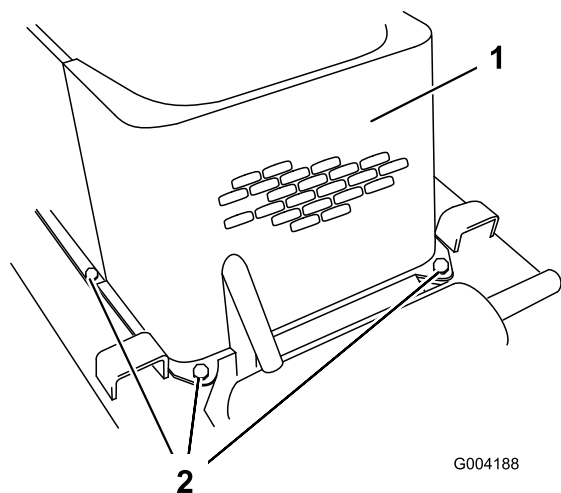

Figura 26
5. Retire los 4 pernos que sujetan la rejilla delantera al bastidor de la unidad de tracción (Figura 26).